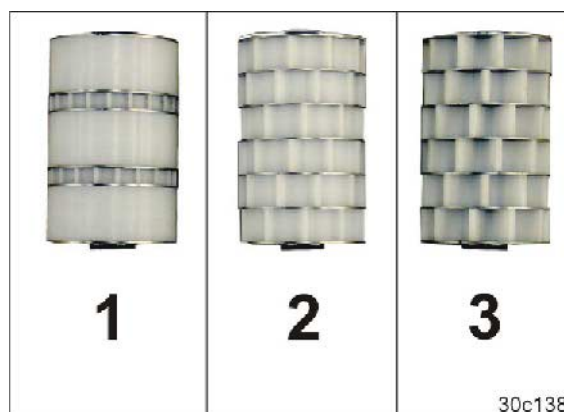

Fig. 28
- Fin-doseringsvalse (Fig. 28/1) ved fint såfrø.
- Middels-doseringsvalse (Fig. 28/2) for middels store såfrø med middels såmengder
- Grov-doseringsvalse (Fig. 28/3) for grovt såfrø og store såmengder